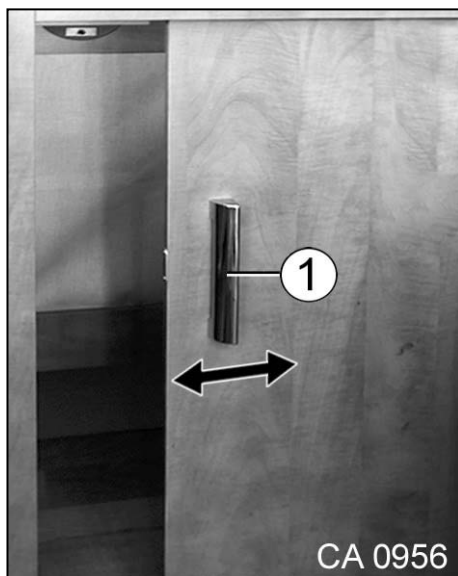

Fig. 106 Fermeture magnétique
1. Glisser la porte coulissante vers le côté à l'aide de la poignée (Fig. 106/1). Ne pas tirer sur la poignée (Fig. 106/1) et ne pas la tourner !